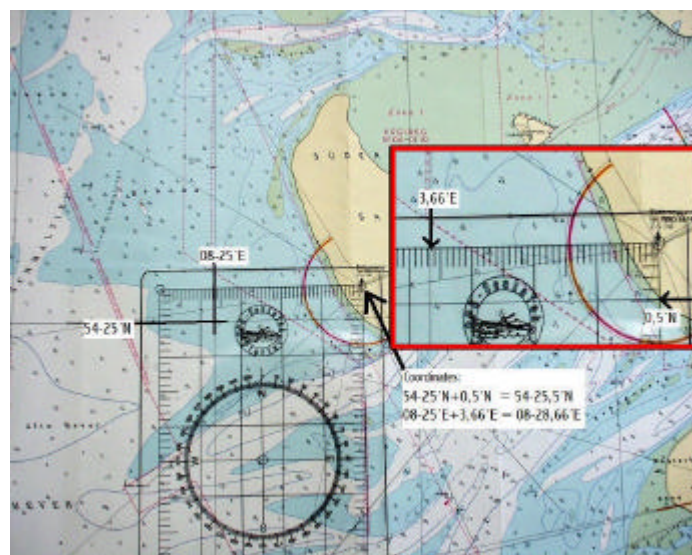

Fig. 6: Bestimmen der Koordinaten eines Punktes in der Karte.
- **Zweite Navigationsaufgabe: Bestimmen der Koordinaten eines Punktes in der Karte (Figure 6):**